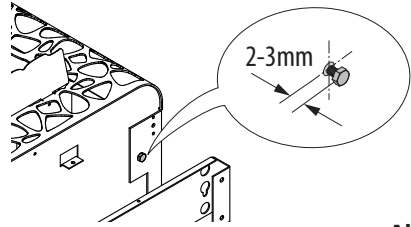

Abb. 6
- Hierbei muss zum Einhängen des Saunaofens ein Abstand von ca. 2-3 mm zwischen Schraubenkopf und Rückwand des Ofens vorhanden sein (Abb. 6).